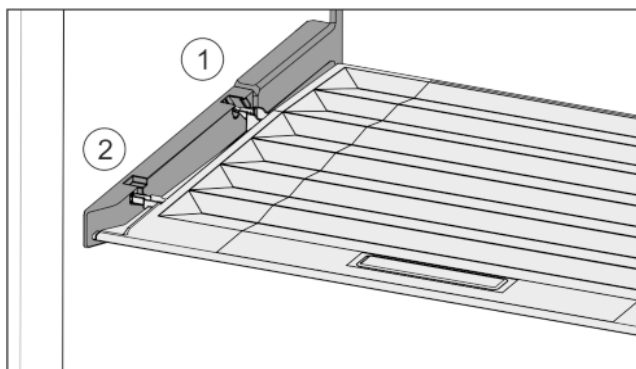

Fig. 28
- Ramiona pokrywy wprowadzić ponad otworem tylnego uchwyty Fig. 28 (1) i zazębnić z przodu w uchwycie Fig. 28 (2).